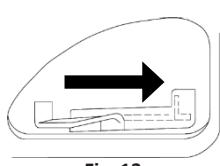

Fig. 13
- Rotiți pârghia șocului în poziția "DESCHIS". (Fig. 13)